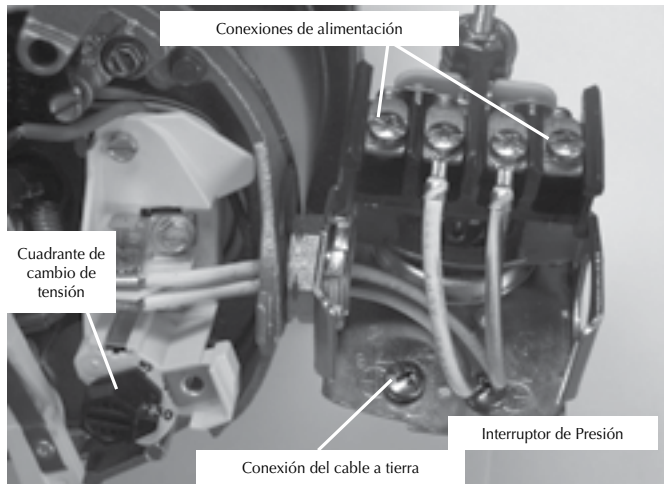

Figura 4: Tensión configurada para 230 V, tipo cuadrante.
3. Conecte los conductores de alimentación a los dos tornillos exteriores en el manóstató según se ilustra en el Figura 4.
4. Conecte el cable a tierra a una de las conexiones a tierra según se ilustra en la Figura 4.
1. Conecte el alambre de puesta a tierra primero según se ilustra en la Figura 4. El alambre de puesta a tierra debe ser un alambre de cobre sólido por lo menos tan grande como los alambres de suministro de corriente.
4. Conecte los alambres de suministro de corriente al conmutador de presión según se ilustra en la Figura 4.